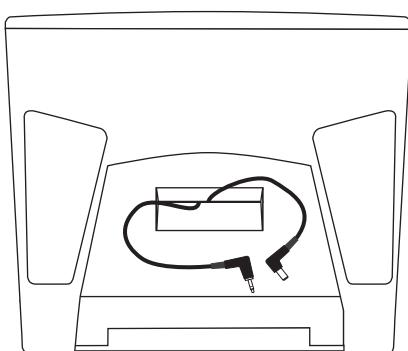

figura 1
Tal como puede ver en la figura 1 de la izquierda, el panel superior del Expedition EXL250, XPL200 y XPL300 dispone de un compartimento precableado que le permite la instalación de cualquiera de los receptores inalámbricos UHF UM1 o AM1 de Samson. La señal de salida de uno de estos receptores inalámbricos montado en el EXL250 es enviada al canal 2 de la mesa de mezclas interna.
- 1 Retire la cubierta del compartimiento para receptores inalámbricos levantándola del compartimiento que se encuentra en la parte superior del Expedition. (ver la figura 1)